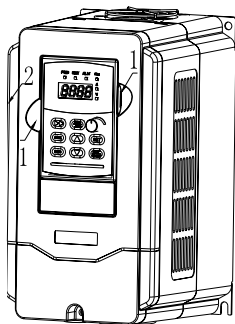

图 3-3 操作面板的拆卸
按图 3-3 中 1 方向用力压操作面板卡钩，按 2 方向抬起操作面板本体。
请参考图 3-3、3-4。
- (1) 接线前，确保已完全切断电源 10 分钟以上，否则有触电危险。
- (2) 严禁将电源线与变频器的输出端 U、V、W 连接。
- (3) 变频器本身机内存在漏电流，为保证安全，变频器和电机必须安全接地，接地线一般线径为 3.5mm^2 以上铜线，接地电阻小于 10Ω 。
- (4) 变频器出厂前已通过耐压试验，用户不可再对变频器进行耐压试验。
- (5) 变频器与电机之间不可加装电磁接触器和吸收电容或其它阻容吸收装置,如图 3-3。
- (6) 为提供输入侧过电流保护和停电维护的方便，变频器应通过中间断路器与电源相连。
- (7) 继电器输入输出回路的接线 (DI1-DI6、DO1、DO2、DO3)，应选用 0.75mm^2 以上的绞合线或屏蔽线，屏蔽层一端悬空另一端与变频器的接地端子 E 相连，接线长度小于 50m。